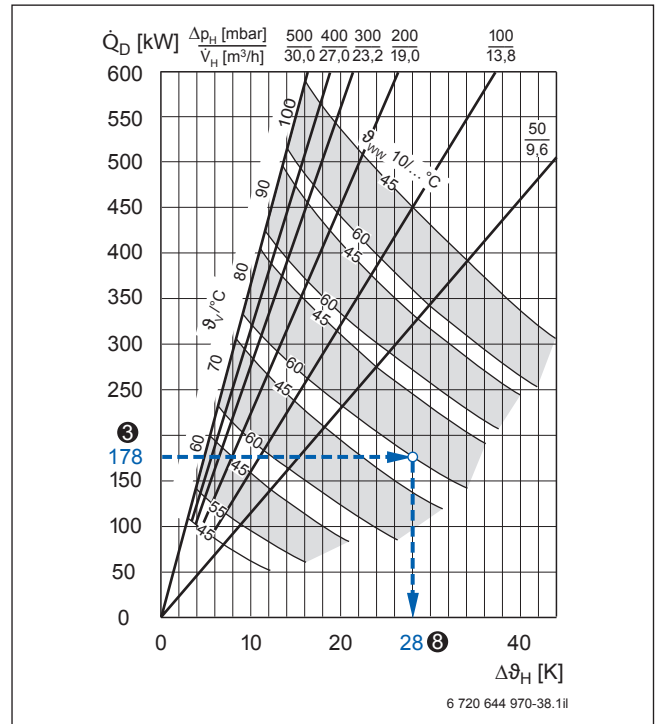

Bild 49 Warmwasser-Dauerleistung Logalux LTN2500 und LTN3000; Beispiel blau hervorgehoben (Vorlage → Bild 86, Seite 115)
Aus dem Dauerleistungsdiagramm für Warmwasserspeicher Logalux LTN2500 und LTN3000 ist ausgehend von der effektiven Anschlussleistung ③ die heizwasserseitige Temperaturdifferenz  $\Delta\vartheta_H = 28 \text{ K}$  ⑤ abzulesen (Beispiel → Bild 49).